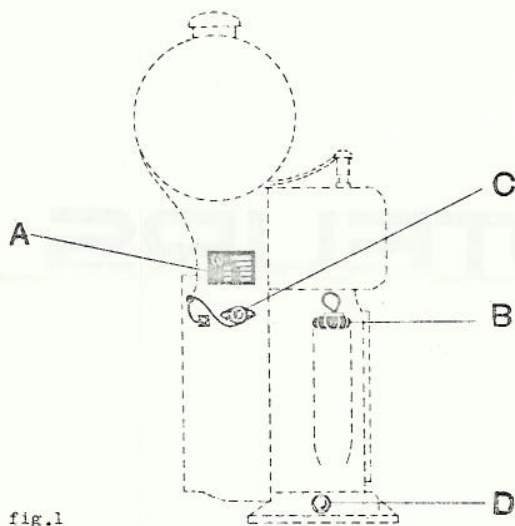

fig.1
- Le type et le numéro du moteur frappés sur la plaquette A (fig.1)
- Die auf dem Firmenschild A (fig.1) eingeschlagene Nummer und Typenbezeichnung des Motors.
Contrôler le niveau d'huile au moyen de la jauge fixée au bouchon d'aération B (fig. 1). Le niveau d'huile ne doit jamais être plus haut que le repère supérieur. La consommation normale d'huile s'élève à 1 à 2 dl pour 10 heures de travail.
Mit Hilfe des Oelmesstabes im Entlüftungszapfen B (fig. 1) den Oelstand messen. Dieser soll nie tiefer als der obere Strich sein. Der normale Oelverbrauch beträgt 1 - 2 Deziliter pro 10 Arbeitsstunden.
- Appuyer sur le bouton de mise à la masse C (fig. 1).
Après les 25 premières heures de marche ou après consommation d'environ 40 à 50 litres d'essence, il y a lieu de vidanger l'huile. Pour ce faire, ouvrir le bouchon de vidange D (fig. 1) et pour le remplissage au moyen d'huile fraîche, utiliser le bouchon B. Il est rappelé que le niveau de l'huile ne doit pas dépasser le repère supérieur indiqué sur la jauge d'huile.
- Stopknopf C (fig. 1) drücken.
Nach den ersten 25 Betriebsstunden oder nach Verbrauch von ungefähr 40 - 50 Liter Benzin ist das Öl zu wechseln. Zum Entleeren des alten Oels dient die Ablassschraube D (fig. 1) und zum Einfüllen des neuen Oels der Entlüftungszapfen B. Es ist nur bis zum oberen Strich am Ölmesstab einzufüllen. Damit das alte Öl gut abfließt, wird am besten unmittelbar nach Gebrauch des Motors entleert.